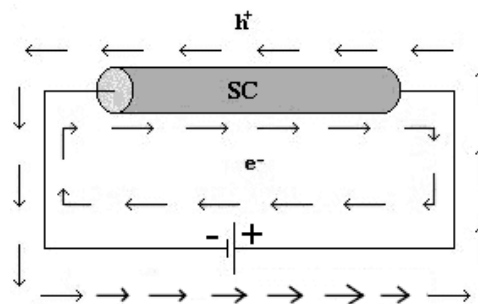

Figura 3.10. Dirección en que se mueven electrones y huecos en un cristal de silicio
*La tensión mostrada en la figura 3.10 forzará a los electrones libres a circular hacia la derecha, del terminal negativo de la pila al positivo, y los huecos hacia la izquierda.*